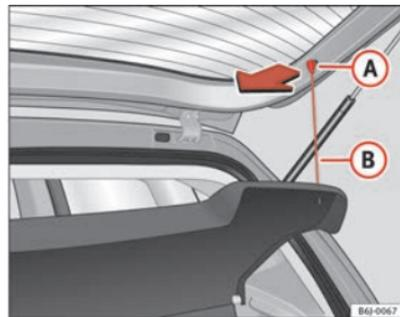

Fig. 86 Bandeja portaobjetos
- Desenganche los tirantes ⇒ fig. 86 (B) de los alojamientos (A).